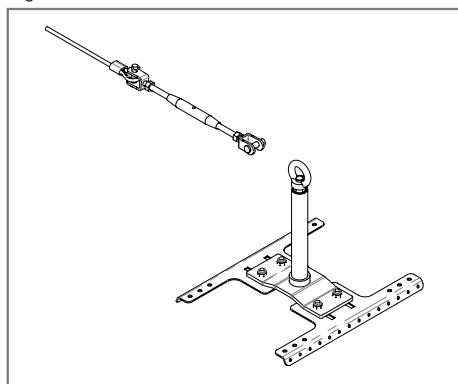

Figura 4
- Tendere il cavo d'acciaio e installare il 2° punto di estremità [Figura 4].